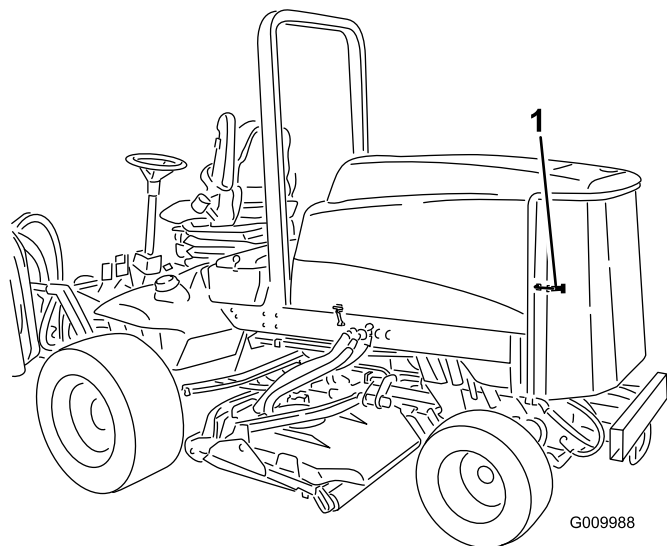

図 72
1. 後部スクリーンのラッチを外してスクリーンを開く 図 72。